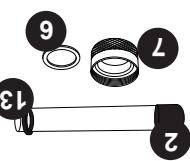
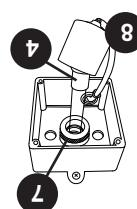

Figure 5
Figure 3
17. Faire glisser la nouvelle lampe UV (4) dans le tube de quartz, Figure 3.
18. Réinsérer la gaine protectrice noire (8) sur l'écrout à compression (7).
19. Réinsérer le couvercle (10) et le joint d'étanchéité (9), et visser le tout en place.
- 6.** Retirez l'écrin de compression du joint de quartz (7) en tournant dans le sens **anti-horaire**, Figure 3. Utilisez une paire de pinces multifaises si nécessaire, Figure 5. Vous remarquez que une rondelle (6) pour une utilisation ultérieure, Figure 6. Il existe également un joint consérviez la rondelle (6) pour une utilisation ultérieure, Figure 6. Il existe également un joint acier inoxydable (6) glisse sur le tube de quartz.
- 3.** Enlever la gaine protectrice noire (8) en la faisant glisser le long du câble pour éloigner de l'écrin à compression (7), Figure 3.